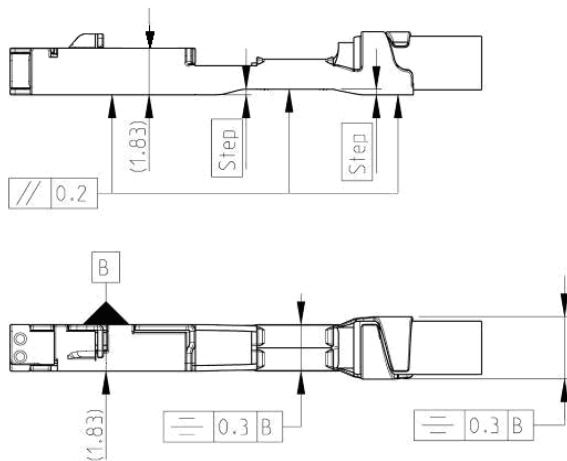

Figure 7 / Abbildung 7
- A Contact with wire insulation crimp (Fig. 7)
- A Kontakt mit Crimp für Leitungsisolation (Bild 7)